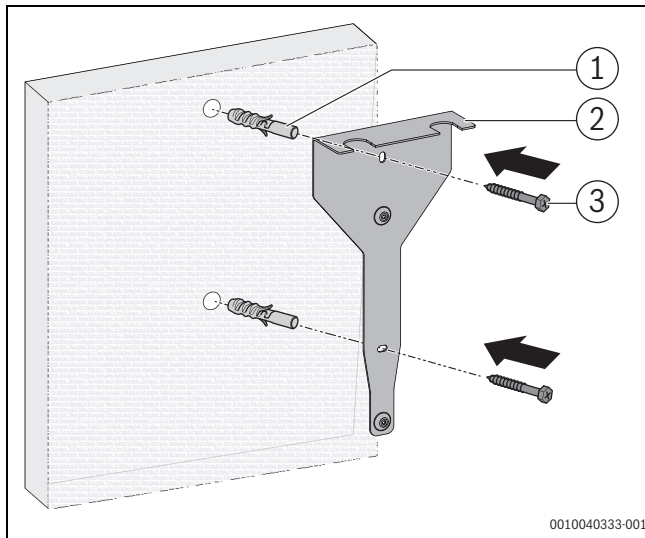

Bild 9 Wandhalterung an der Wand montieren
- Wandhalterung mit den mitgelieferten Dübeln und Schrauben durch die Öffnungen in der Wandhalterung an der Wand verschrauben (→Bild 9)